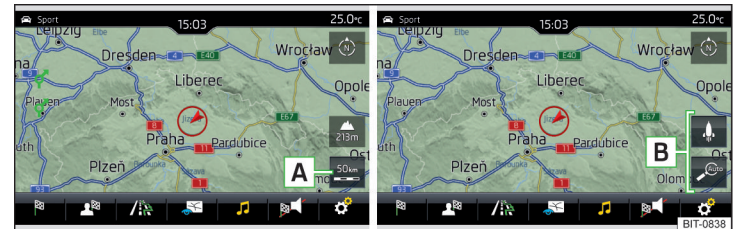

Abb. 173 Funktionsflächen für die Kartenmaßstabsänderung
- › Die Funktionsfläche **A** » **Abb. 173** antippen.
Im Bereich **B** » **Abb. 173** werden Funktionsflächen für die Kartenmaßstabsänderung eingeblendet.